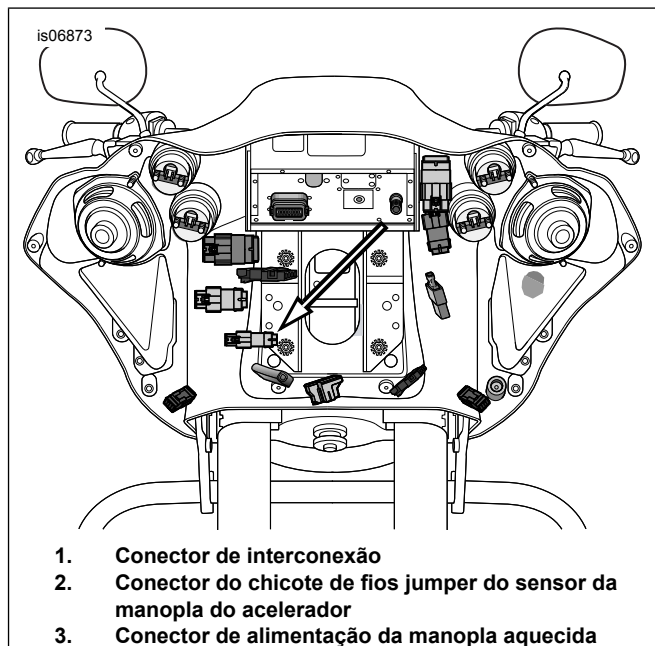

Figura 7. Conector do chicote de fios jumper do sensor da manopla do acelerador (Modelos FLTR)
4. > Veja a figura 7. Conecte a metade do conector do TGS da manopla direita à metade do conector do chicote de fios.